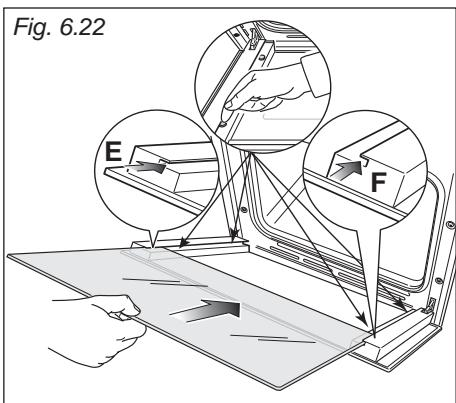

Fig. 6.22
IMPORTANT: Il est conseillé, lors du remontage de la vitre, de bien tenir en position (par exemple à l'aide d'un doigt) les quatre patins en caoutchouc "D", afin d'éviter la rupture ou le glissement des patins en caoutchouc eux-mêmes (figure 6.22).
- Insérez la vitre dans les rails de guidage gauche "E" et droit "F" (fig. 6.22) et faites-la glisser en douceur jusqu'aux butées "H" (fig. 6.23).